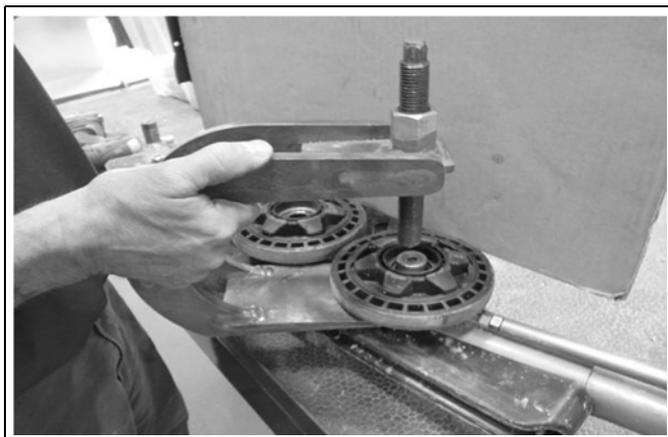

Figure 26
- Placer l'extracteur sous la roulette tel qu'illustré à la Figure 26 puis visser la tige fileté de celui-ci pour retirer la roulette.